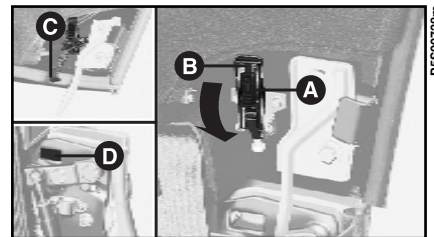

fig. 67
4) Spingere verso l'alto i pulsanti di sicurezza **A-fig. 67** (di colore rosso) e sganciare le leve **B**.
5) Svincolare i ganci **C** dalle sedi **D** (solo allo scopo di vedere meglio le sedi **D** nella **fig. 67** è stato asportato il riparo su vettura).